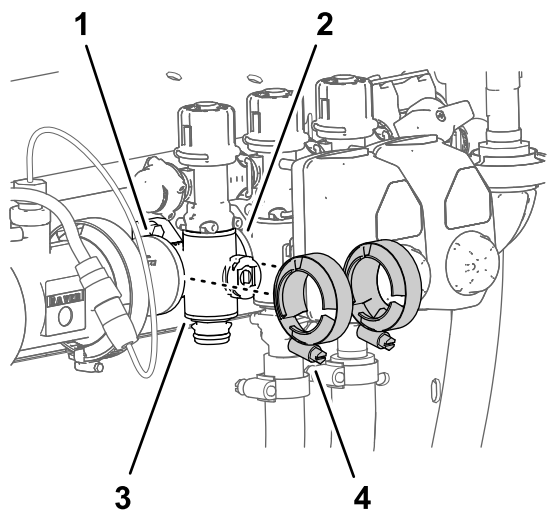

**Figura 118**
3. Montate il raccordo di collegamento rapido del collettore della valvola della sezione sul raccordo a scollegamento rapido della valvola di bypass della sezione mediante un perno di collegamento rapido (Figura 117 e Figura 118).
- Montate l'accoppiatore rapido del flessibile della sezione sul raccordo di collegamento rapido del collettore della valvola della sezione mediante il perno di collegamento rapido (Figura 118).